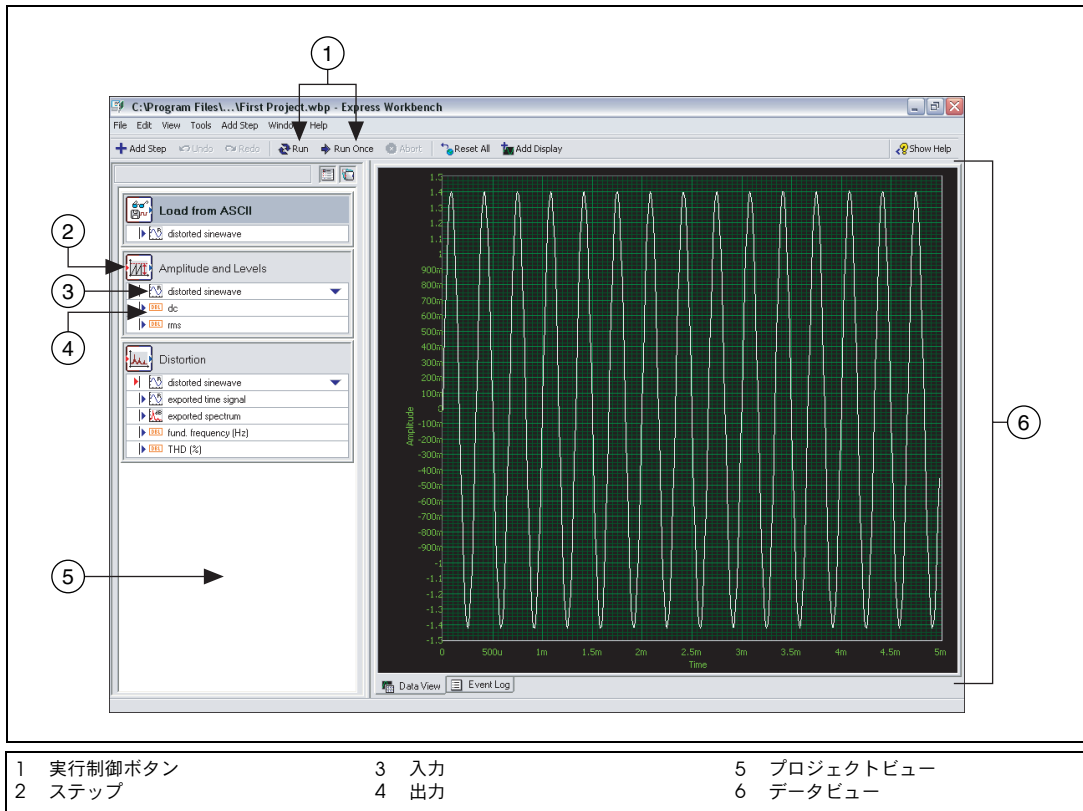

図 4-1 First Project.wbp
3. 図 4-1 のようなダイアログボックスが表示されたら、NI SignalExpress Tektronix Edition の様々なコンポーネントを確認してください。